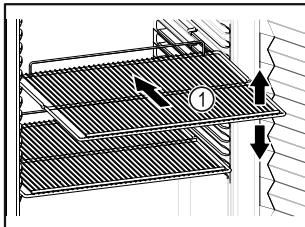

Fig. 62 Beispielhafte Darstellung
- Wenn Abstellroste und/oder Medikamentenschubfächer Fig. 62 (1) versetzbare sind, je nach Höhe anpassen.